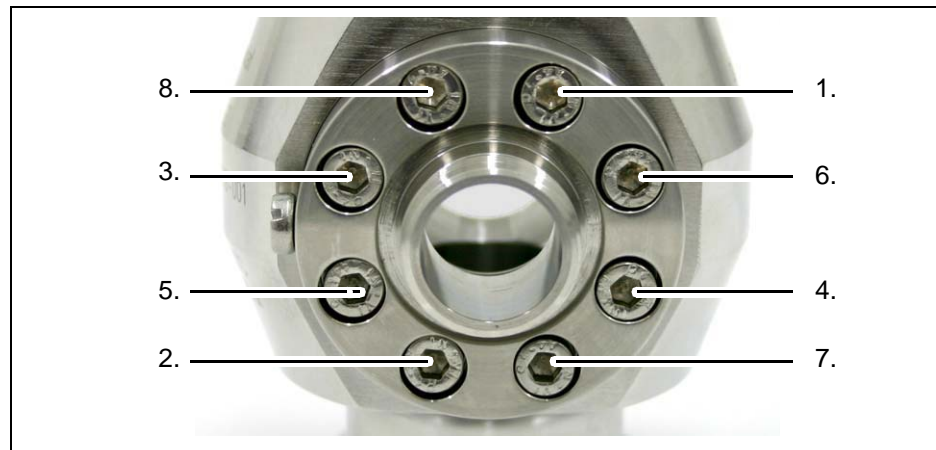

Fig. 21 Secuencia para apretar los tornillos
11. Apriete los tornillos en la secuencia indicada en la fig. 21 con la llave dinamométrica (valor a ajustar: 1,0 Nm).
12. Apriete los tornillos en la secuencia indicada en la fig. 21 con la llave dinamométrica (valor a ajustar: 4,5 Nm).